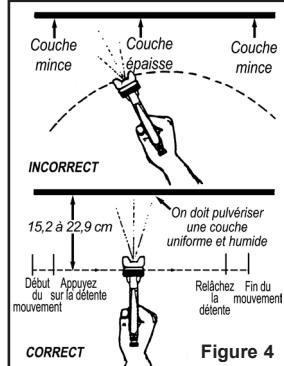

Figure 4
- Méthode de pulvérisation. Tenez le pistolet à une distance variant entre 15 et 23 cm de la surface de travail et déplacez-le d'un côté à l'autre en appuyant sur la détente pour pulvériser les matériaux. Pour éviter l'apparition de grumeaux, de coulures et de marques de raccords, maintenez le pistolet en mouvement en tout temps avant, pendant et après avoir appuyé sur la détente (voir Figure 4). En pulvérisant de gauche à droite, utilisez le motif vertical et en pulvérisant de haut en bas, utilisez le motif horizontal. Exercez-vous en peignant sur du matériel de rebut ou du carton jusqu'à ce que les résultats de vos essais de recouvrement soient acceptables en effectuant des réglages comme suit :